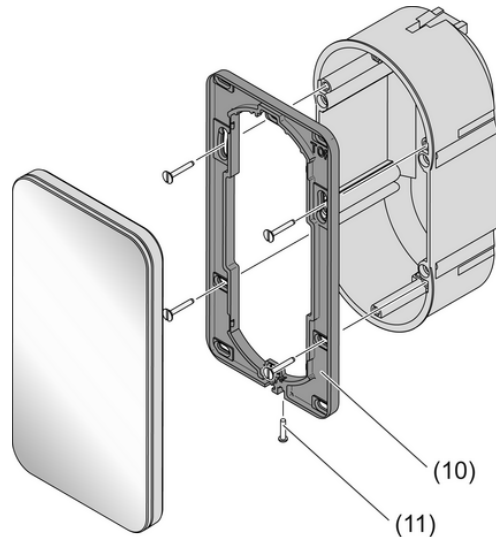

Bild 3
- Montagerahmen (10) ausrichten und mit der Unterputzdose oder der Wand verschrauben (Bild 3). Markierung **TOP** = OBEN beachten. Beiliegendes Schraubenset verwenden.
- KNX Bussspannung an Klemme (6) anschließen.
- Optional: Externen Temperaturfühler an Klemme (5) anschließen.